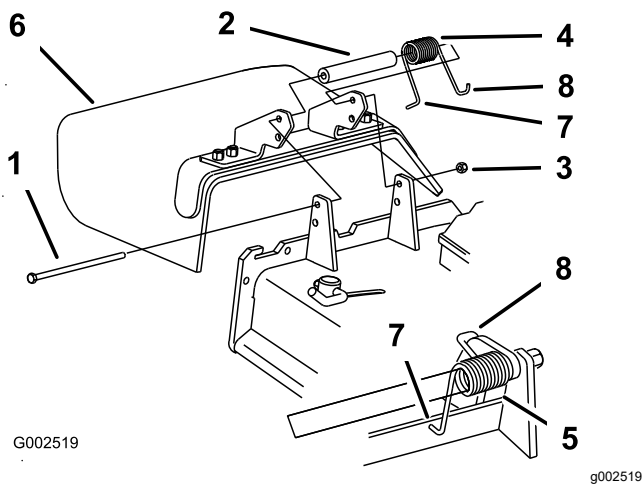

Figure 14
1. Retire el conducto de descarga de la carcasa de corte (Figure 14).